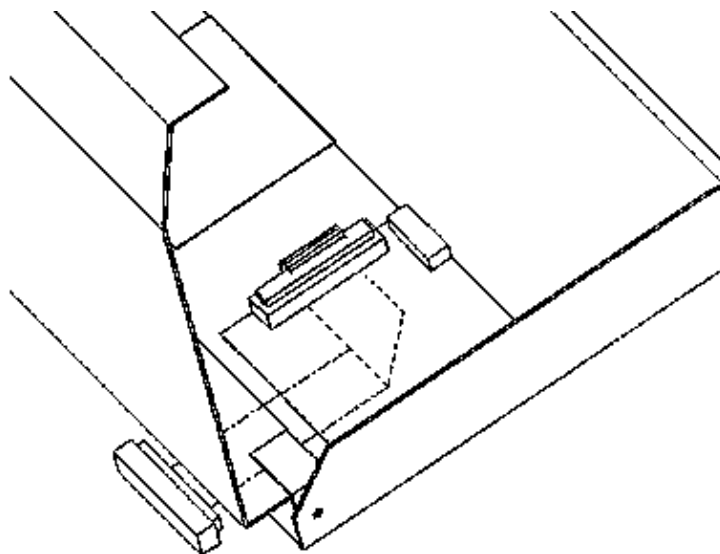

Рис.1. Рекомендуемый способ укладки шлейфа для подключения принтера
5.1. Подключить плату к разъему расширения ПКП и зафиксировать с помощью пластиковой стойки. Подключить плоский шлейф к разъему на плате и вывести его из корпуса ПКП, как показано на рис.1. Соединить шлейф с кабелем принтера.